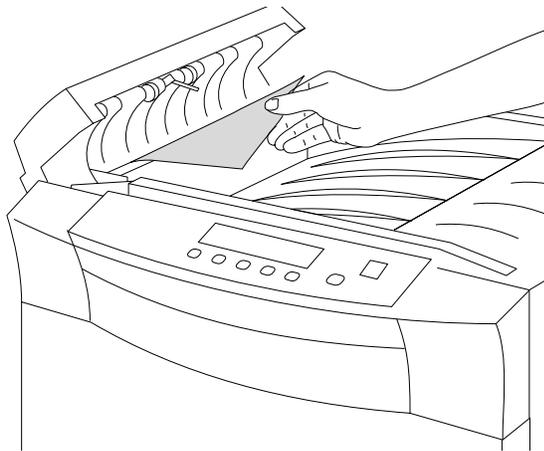

Figure 3-62 Retrait du papier coincé dans la zone du couvercle d'éjection
2. Retirez le papier coincé dans la zone du couvercle de l'unité d'éjection (Figure 3-62) et fermez le couvercle.